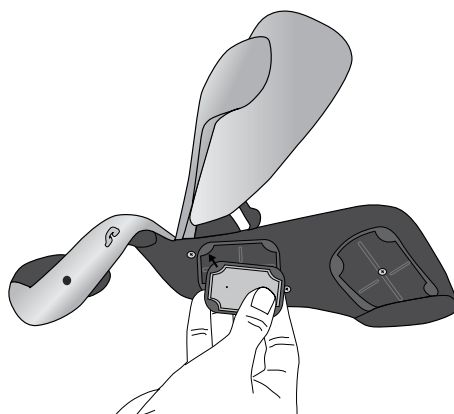

Figura 6-20 - Inserimento dell'elettrodo in tessuto nella base per elettrodo
6. per gli elettrodi in tessuto n. 1, 2, 4 e 5: rivolgere il punto bianco sull'elettrodo in tessuto verso la base dell'elettrodo. Inserire gli angoli dell'elettrodo in tessuto nella base dell'elettrodo (Figura 6-20).